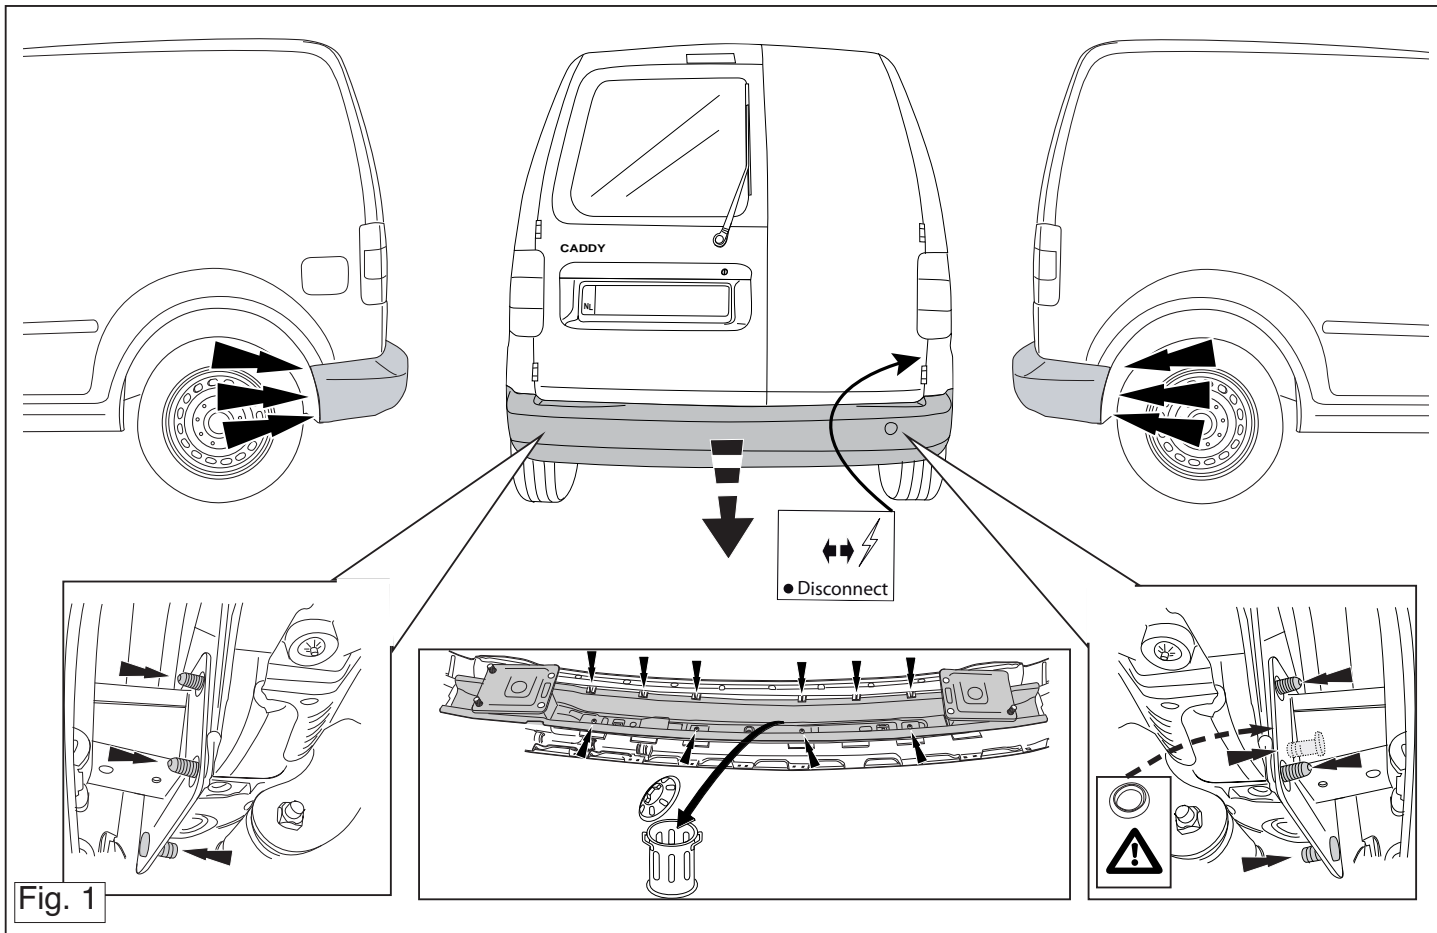

Fig. 1
1. **Pas eventuelt på:** Løsn PDC-ledningerne. (Se fig. 1)
2. Demonter kofangeren, inklusive køretøjets stålstødbjælke. Denne bliver overflødig. (Se fig. 1)
1. **Attenzione: se presente:** Staccare i fili del PDC. (Vedere Fig. 1).
2. Smontare il paraurti e la barra d'acciaio dal veicolo la barra in acciaio non dovrà più essere montata. (Vedere Fig. 1).
1. **Uwaga, jeżeli są obecne:** De bedrading van de PDC aansluiten. (rys.1).
2. Zdemontować z pojazdu zderzak wraz ze stalową belką zderzakową, belka zderzakowa nie będzie ponownie używana. (rys.1).